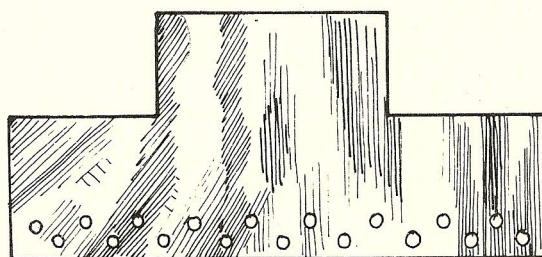
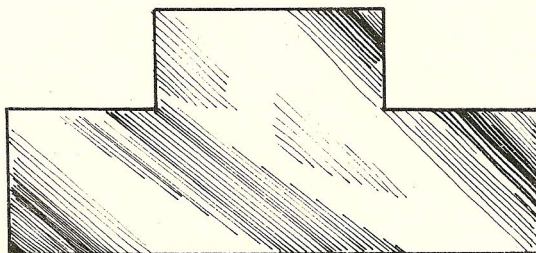

FIGURA 5 - Misturador de látex
FIGURA 6 - Retirador de espuma
- misturador de látex (Figura 5) e retirador de espuma (Figura 6), feitos de alumínio em folha